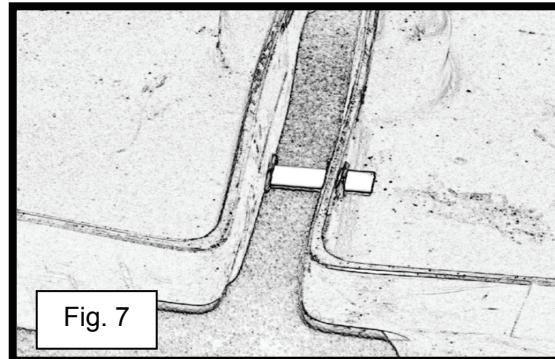

Fig. 7
- 6) Una volta inserito completamente il tubo rivestito in Teflon nell'anello di tenuta collocato nel primo bancale (vedere fig. 6), allineare l'anello di tenuta del secondo bancale con il tubo che sporge (vedere fig. 7). (Come riferimento, consultare le istruzioni n. 4).